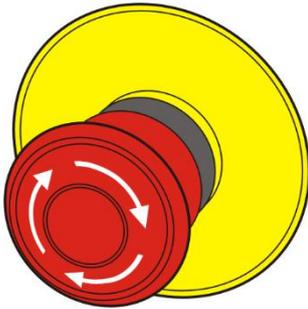

Abb. 44: Not-Aus-Taster
2. Not-Aus-Taster durch Drehen (Abb. 44) entriegeln.